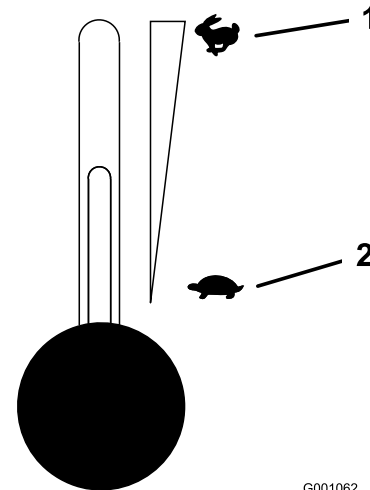

Figure 14
5. Réglez la manette d'accélérateur à mi-course (Figure 14).
2. Réglez la manette d'accélérateur à mi-course entre les positions bas et haut régime (Figure 14).